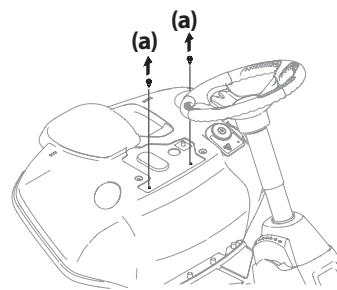

Figure 5
2. Retirez les deux vis autotaraudeuses (a) installées en usine sur la tondeuse à siège. Voir Figure 5.